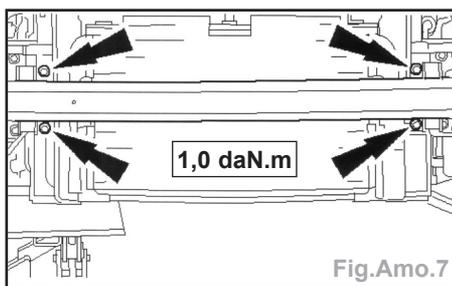

Fig.Amo.7
- Détacher le renfort du panneau de calandre (flèches) (Fig.Amo.7).